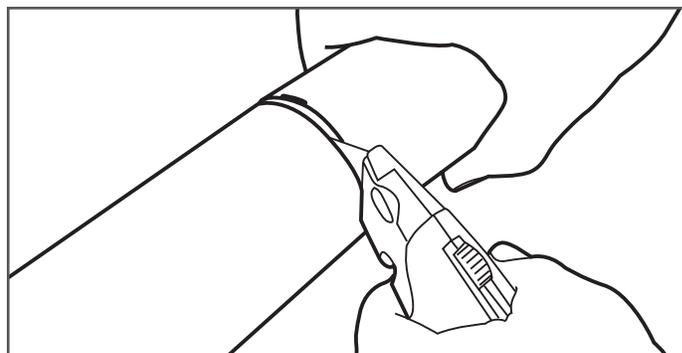

Figure 7-3
4. Finissez de découper la gaine extérieure jusqu'au tuyau ondulé en inox à l'aide du couteau universel acéré (Figure 7-3).